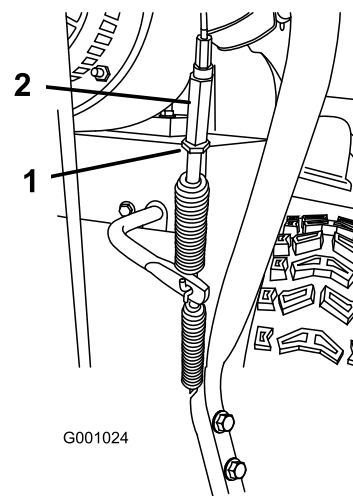

Figura 40
5. Allentate il controdado (Figura 40).
6. Allentate o serrate il tornichetto che regola la tensione del cavo (Figura 40).